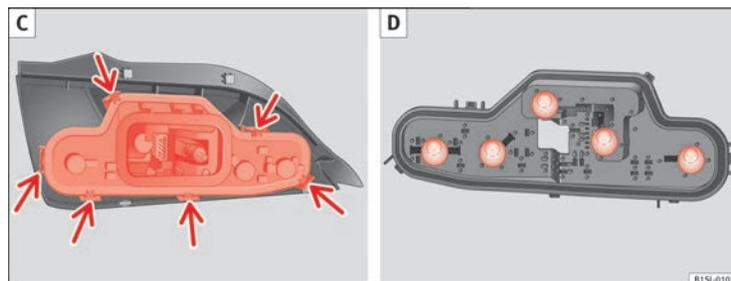

Fig. 149 Grupo óptico trasero: C: Desmontar el portalámparas, D: Desmontar las lámparas.
9. Desbloquee el portalámparas en las bridas de bloqueo (flecha) ⇒ fig. 149 C y extraiga el portalámparas de la luz trasera.
10. Sustituya la lámpara averiada por una lámpara nueva idéntica ⇒ fig. 149 D.
11. Coloque el portalámparas en el grupo óptico trasero. Las lengüetas de bloqueo (flecha) deben encastrar de forma audible ⇒ fig. 149 C.